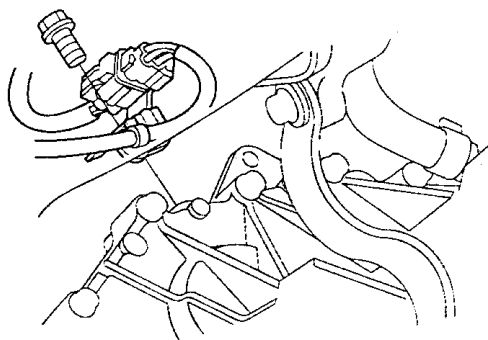

图 5-54 拆卸加热氧传感器(HO2S)插接器
32) 对于某些车型, 如图 5-54 所示, 需要从飞轮罩上拆卸加热氧传感器(HO2S)插接器及其托架。